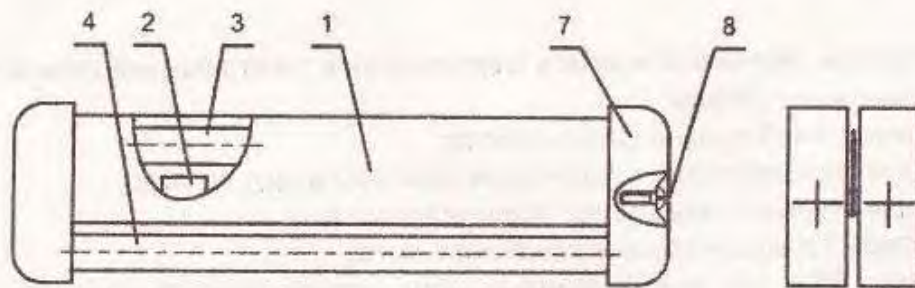
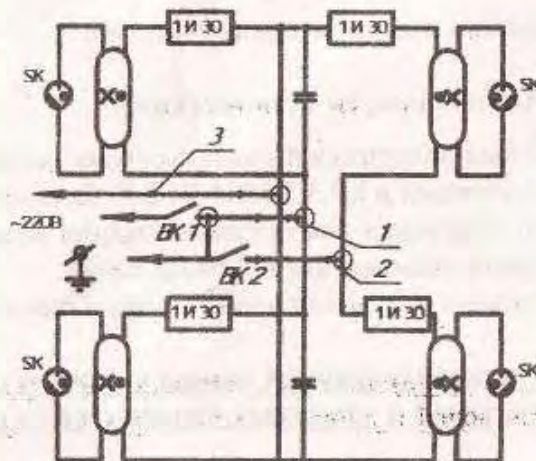

Рис. 1. Общий вид облучателя.
Рис. 2. Принципиальная электрическая схема «ОБП-300»
2.5 Выключатель для открытых ламп ВК2 (см. рис. 2) должен устанавливаться вне обслуживаемого помещения.
3.3 Проверить работу облучателя до его монтажа в следующей последовательности (см. рис. 1):
– открутить винты (8), снять боковины (7);
– установить стартеры (2), для чего необходимо вставить их в патроны и повернуть по часовой стрелке до упора;
– установить лампы (3), (4), для чего необходимо одновременно завести контакты лампы в патроны и зафиксировать их;
– установить боковины (7) и закрепить винтами (8).
3.4 Подсоединить облучатель к сети в соответствии с электрической схемой рис. 2, при этом необходимо учитывать следующее: